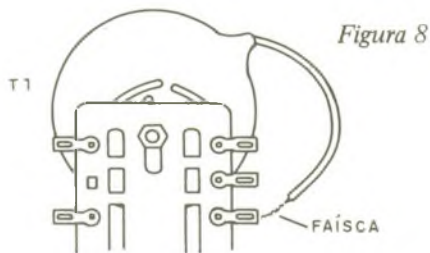

Figura 8
j) A ligação ao diodo D2 e à esfera é feita tendo um fio que sai da parte superior da bobina de MAT. O outro fio deve ser procurado entre os diversos da parte lateral. Isso pode ser feito experimentalmente com o aparelho ligado. Vá aproximando o fio de alta tensão dos diversos terminais até encontrar o que produza maior faísca e que corresponde ao final do enrolamento. (figura 8)